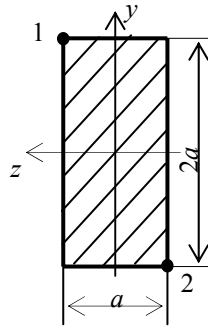

Рис. 6.2
**Пример.** Короткий стержень, поперечное сечение которого изображено на рис. 6.2, сжимается продольной силой  $P$ , приложенной в одной точке.  $R_c = 70$  МПа;  $R_p = 20$  МПа,  $a = 6$  см. Требуется: 1) вычислить наибольшее растягивающее и наибольшее сжимающее напряжения в поперечном сечении; 2) найти допускаемую нагрузку  $P$  при заданных размерах сечения.